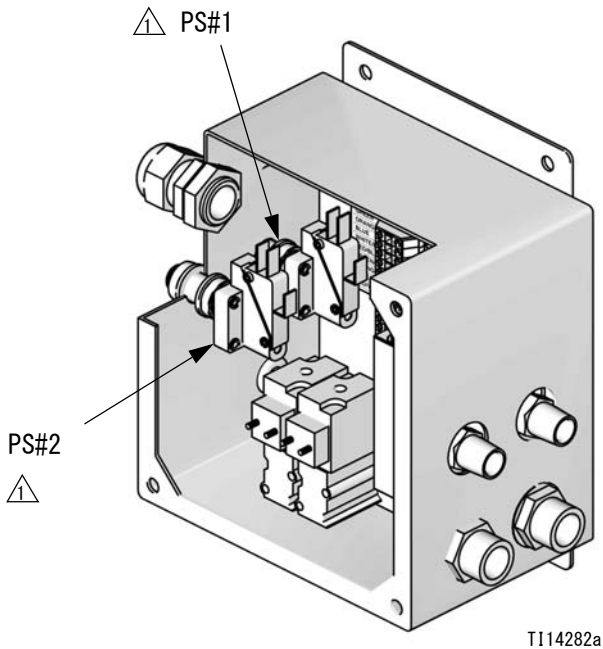

図4. 圧カスイッチ（二個図示）を設置して下さい
1. それぞれガン洗浄ボックスキットには、1つの圧カスイッチ（PS）が含まれます。エア制御モジュールは1ないし2個の圧カスイッチを収容可能です。スイッチはエンクロージャーの左側に設置して下さい。図4を参照してください。